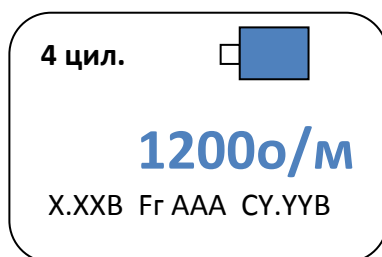

Рис. 5 Окно подстройки порога компаратора
4.6. Подстройку порога компаратора следует производить при завышенных или "скачущих" показаниях оборотов, если произведена подстройка коэффициента усиления. Нажать два раза кнопку . На рис.5 приведен вид окна настройки порога компаратора. На нижней строке появится надпись "X.XXB Fg AAA CY.YYB", где: